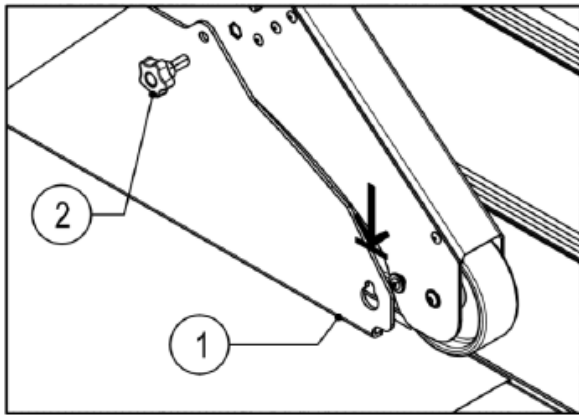
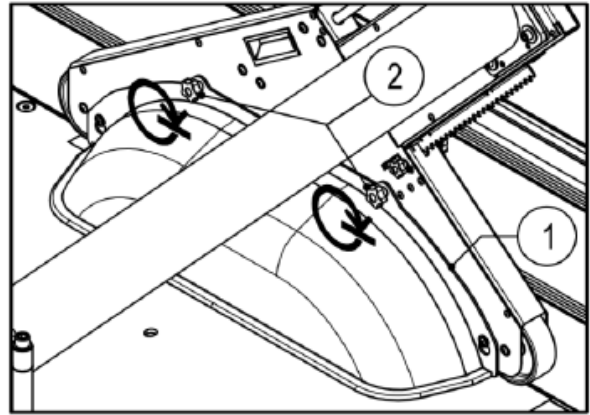
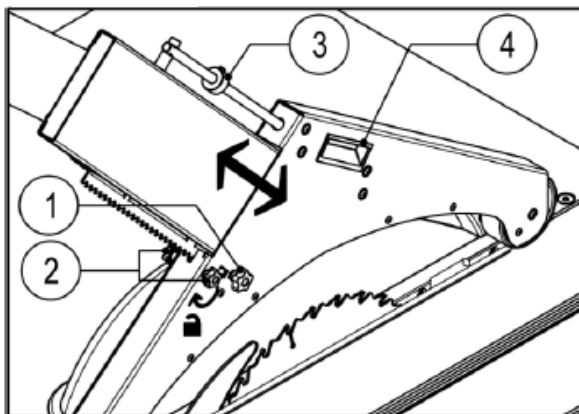

Bild. 26A
Bild. 26B
Bild. 27
Använda sågskyddet (Bild 26A-26B-27)
Höjdjustering av huvan görs genom att dra tillbaka stiftet (Bild. 27, 2). Dra vid stiftet vid normal användning (bild. 27,2) bakåt och sänk klingan på arbetsbordet. Sågskyddet kommer automatiskt höjas när träbiten är i en viss tjocklek. För arbetsstycken som kräver större såg höjd: ta tag i sågklingan på handtaget (4), dra tillbaka tappen (2) och placera klingan i önskat läge. Skjut spännstiftet framåt igen så att klingan är ordentligt fäst. De sågkåpan kan inte längre sänkas, men går upp om ett högre/större arbetsstycke sätts in. För att låsa sågklingan, skruva fast klämstiftet i båda riktningarna (bild. 27,1). För att ställa in maximal såg höjd, placera ringen (3) i önskad position. klingan har ett skydd för sågning under 90°. För att placera skyddet, skjut ner plattan (bild 26A, 1) i nyckelhålen och fäst de 2 klämskruvarna (26A, 2). Den breda huvan fungerar för sågning under 45°. Detta fixeras också med två spännskruvar (bild 26B, 2) och glider också in i två nyckelhål.